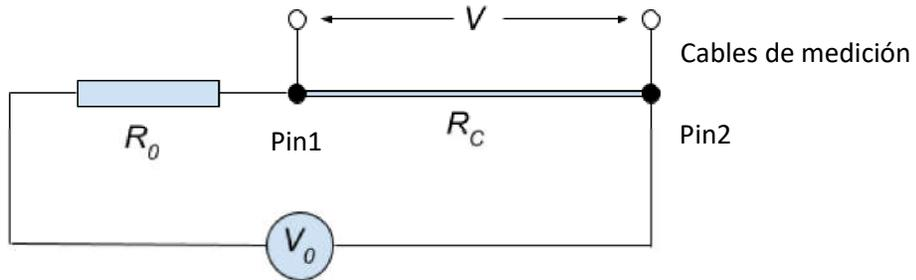

Figura 1: Circuito básico para medir la impedancia de prueba (en este caso R_c) a 4 puntas
El sistema que está preparado en Laboratorio 4, permite conectar un alambre de metal (muestra de prueba) a dos pines de un circuito como el de la figura 1, con $R_0 = 1\text{ k}\Omega$.
- Intentar medir la impedancia z del alambre con el circuito de la Figura 1, pero midiendo la caída de tensión V con un osciloscopio.